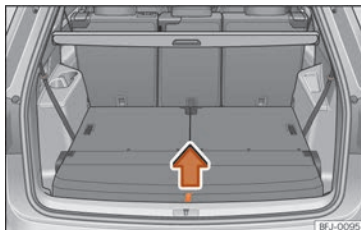

Abb. 130 Im Gepäckraum: Gepäckraumboden anheben.
- Gepäckraumboden an der Schlaufe »» Abb. 130 in Pfeilrichtung nach oben ziehen und herausnehmen.